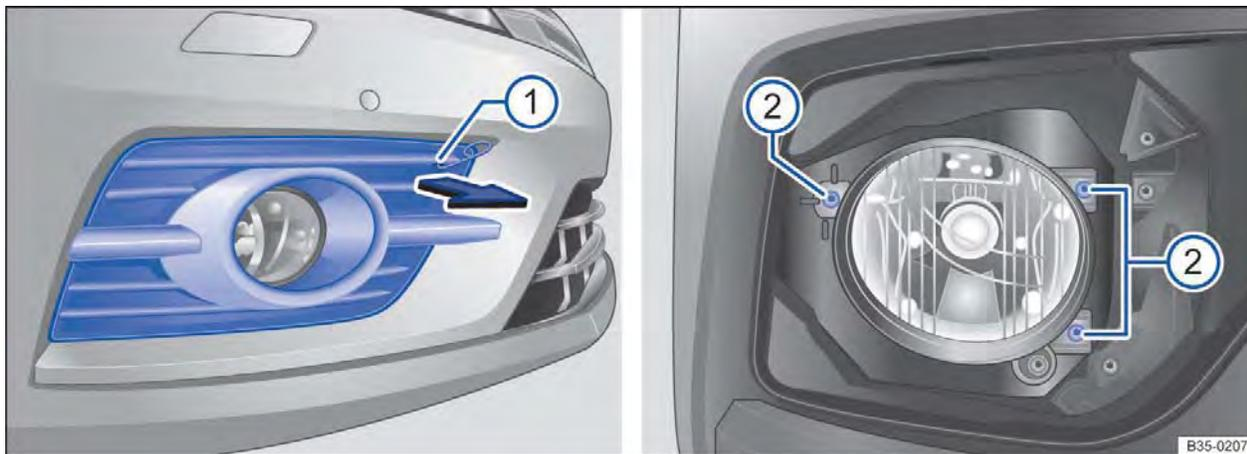
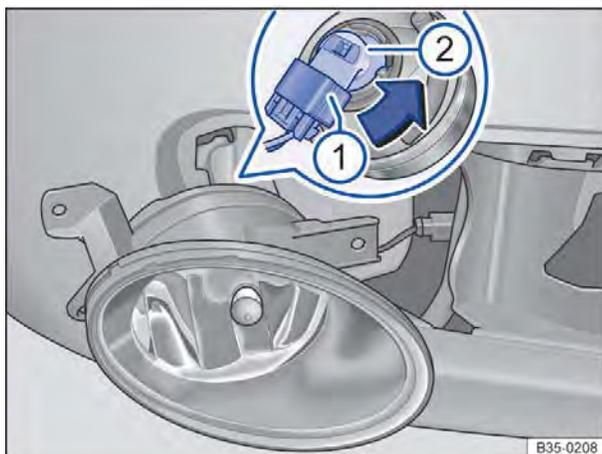

Fig. 248 No para-choque dianteiro à direita: iluminação de neblina.
Fig. 249 No farol desmontado: substituir a lâmpada incandescente.
3. Colocar o gancho extrator no entalhe ⇒ Fig. 248 ① da cobertura e puxar a cobertura para frente na direção da seta e retirá-la.
4. Desparafusar os parafusos de fixação ② com a chave de fenda.
7. Destravar e retirar o conector ⇒ Fig. 249 ①.
8. Girar o suporte da lâmpada ② até o batente no sentido anti-horário e retirar com a lâmpada incandescente para trás.
12. Encaixar o conector ① na lâmpada incandescente até ouvir que ela foi travada.
14. Instalar os parafusos de fixação ⇒ Fig. 248 ②.
15. Colocar a cobertura contra o sentido da seta ⇒ Fig. 248 no para-choque. A cobertura deve se travar de firmemente.